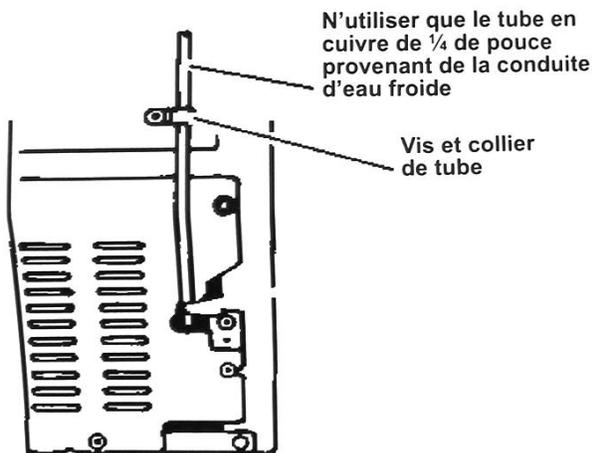

Figure 10
23. Reposer le couvercle du compartiment à l'arrière du réfrigérateur, puis le collier de tube. Pour cela, percer un trou de $\frac{1}{8}$ de pouce à l'arrière du réfrigérateur, directement au-dessus du couvercle. Voir la Figure 10.